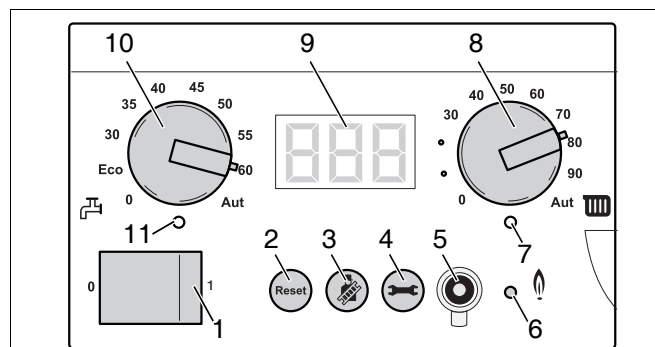

Fig. 65 Regolatore di base BC10
- Attivare l'impianto di riscaldamento agendo sull'interruttore d'esercizio del regolatore di base Logamatic BC10 (fig. 65, pos. 1).
- Mantenere premuto il tasto "Spazzacamino" (fig. 65, pos. 3) (per circa due secondi), finché sia visualizzato il punto nella parte inferiore destra del display (fig. 65, pos. 9). Vedere anche Tabella 8, „Prova di combustione“, pag. 37.
- Dopo l'accensione del LED "Bruciatore" (fig. 65, pos. 6) attendere un minuto, finché la caldaia funzioni a pieno carico.
- Premere il tasto "Indicazione di stato" (fig. 65, pos. 4) tante volte quanto necessario affinché sul display compaia l'indicazione della temperatura.
- Premere il tasto "Spazzacamino" (fig. 65, pos. 3) per concludere la misurazione. Vedere anche tab. 8, "Prova di combustione", pagina 37.
- Disattivare l'impianto di riscaldamento agendo sull'interruttore di esercizio del regolatore di base Logamatic BC10 (fig. 65, pos. 1).
- Dopo l'accensione del LED "Bruciatore" (fig. 65, pos. 6) attendere un minuto, finché la caldaia funzioni a carico parziale.
- Premere il tasto "Spazzacamino" (fig. 65, pos. 3) fino alla scomparsa del punto sul display.
- Mantenere premuto il tasto "Spazzacamino" (fig. 65, pos. 3) (per circa due secondi), finché sia visualizzato il punto nella parte inferiore destra del display (fig. 65, pos. 9). Vedere anche tab. 8, „Prova di combustione“, pag. 37.